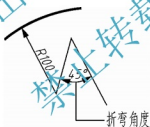

图 6-10 【半径折弯标注】效果
⑤【半径折弯标注】：控制折弯(Z 字形)半径标注时折弯角度的大小。其标注显示效果如图 6-10 所示。